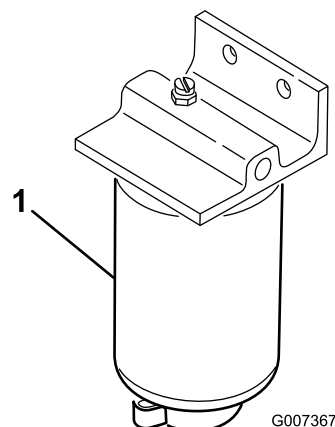

Bild 46
1. Stellen Sie einen sauberen Behälter unter den Kraftstofffilter (Bild 46).
2. Reinigen Sie den Anbaubereich der Filterbefestigungen (Bild 46).